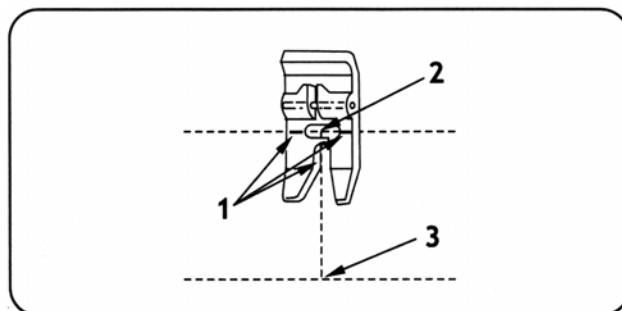

Рис.1
2. Для закрепления нажмите на кнопку обратного хода (рисунок 1) и прошейте еще 1 см и затем отпустите кнопку обратного хода. Шейте дальше до конца строчки (рисунок 2).
1. Вытяните нижнюю нитку и протяните обе нитки под прижимную лапку (рисунок 1)
Переключатель вида строчки: обработка петли «А» (рис.1)
3. Совместите три красные маркировки (1) рис.1 прижимной лапки с намеченными линиями петли.
- Если стежки на правой стороне петли слишком растянуты, поверните регулятор балансировки петли вправо, пока стежки не будут плотнее (рисунок 1).
Когда зубцы молнии находятся слева от иглы (рисунок 1):
Кнопка шитья в обратном направлении с символом расположена в центре регулятора длины стежка (рисунок 1)
Для закрепления конца шва нажмите кнопку обратного хода и прошейте 3-4 стежка в обратном направлении (рисунок 1). Поднимите иглу и прижимную лапку и удалите обрабатываемое изделие. Отрежьте нитку ножом, расположенным на держателе прижимной лапки.